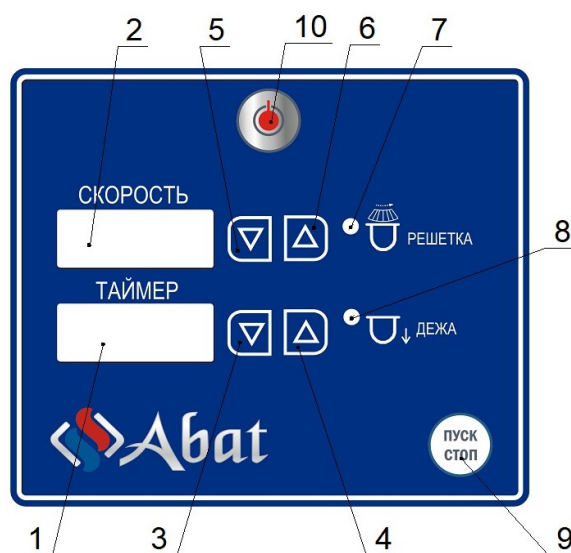

Рис. 2 Пульт управления
4.2. Управление работой машины осуществляется с панели управления (см. рис. 2).